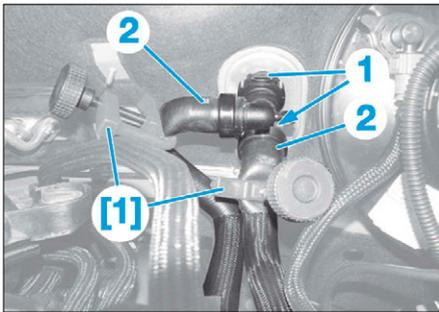

FIG. 15
- Mettre en place les outils [1] (Fig.15).
- Déverrouiller les durits du radiateur de chauffage en appuyant sur les boutons (1).
- Désaccoupler les durits (2).